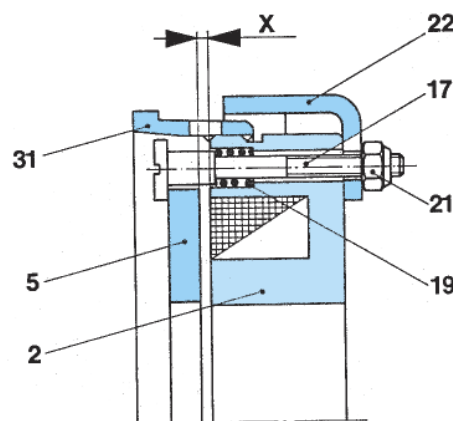

Fig. 3
Les tiges filetées (17) limitent la course du disque de freinage (5) dans le sens de freinage, fig. 3 et 4.
Les écrous autobloquants (21) doivent être vissés sur les tiges filetées (17) de façon à respecter la cote de réglage "X" entre le disque de freinage (5) et le porte-bobine (2) comme indiqué dans le tableau 2 et illustré à la fig. 3.